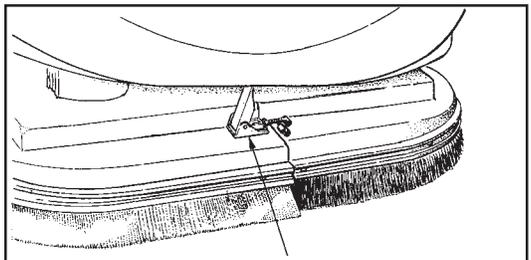

Figure 16
5. Déverrouillez les retenues gauche et droit des brosses et retirez-les. Voir figure 16.